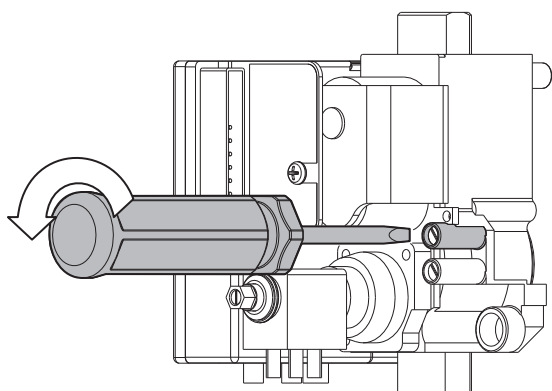

fig.5
2. Per collegare il manometro è necessario allentare la vite di tenuta della presa di pressione (fig.5)
4. Scollegare il manometro e richiudere con cura la vite (fig.5)